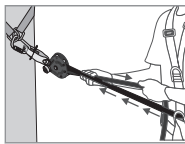
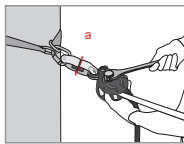

Fig. 3
Fig. 4
Når du har installert livlinen, må du aller først regulere spenningen ved å dra i tauet (i den enden hvor tauet har en endeknute - Fig. 3). Kammen (8) og kamsaken (4) skal da komme i kontakt med tauet. Slå ned kamsaken (4). Ved hjelp av en egnet nøkkel, juster spenningen på aksens for spenningsjustering (1) inntil skiven for spenningsmerket (a) som sitter på spenningsmerket (2) går fritt rundt (Fig. 4). Så snart skiven spinner fritt, SKAL MAN IKKE STRAMME VIDERE! Dette tilsvarende en forhåndsspenning på linen på ca. 0.5 kN. Når utstyret er i bruk, må du kontrollere denne spenningen jevnlig (skiven for spenningsmerket må spinne fritt) og ved behov, må spenningen justeres, som beskrevet ovenfor.